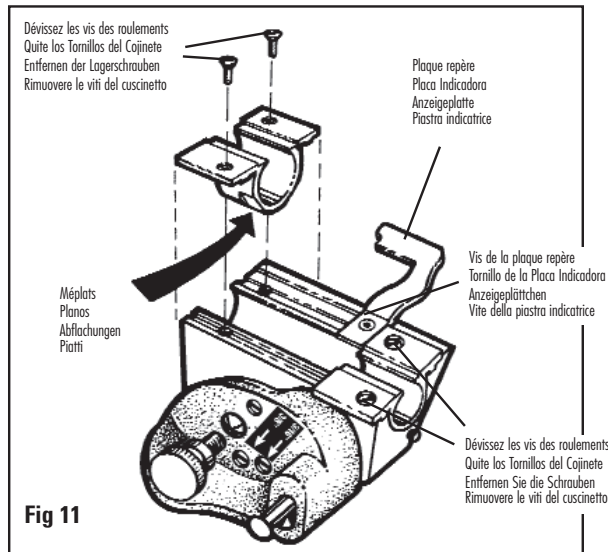

Fig 11
5. Dévissez les quatre vis de roulement et la vis de la plaque repère (Fig. 11).
1. Installez les roulements neufs. ASSUREZ-VOUS QUE LES « MÉPLATS » MÔULÉS DANS LES ROULEMENTS SONT ORIENTÉS VERS LE CENTRE DE LA TÊTE DE DÉCOUPE (Fig. 11).
5. Entfernen Sie die vier Gleitlagerschrauben und die Schraube des Anzeigepfättchens mit dem Schraubenzieher. Abb. 11
1. Setzen Sie die neuen Gleitlager ein. Stellen Sie sicher, dass die Abflachungen auf dem runden Teil des Gleitlagers in Richtung Schneidkopfmittle zeigen. Abb. 11
5. Utilice un destornillador para quitar los cuatro tornillos del cojinete y el tornillo de la placa indicadora. Fig. 11
1. Reemplace los nuevos cojinetes. ASEGÚRESE QUE LOS "PLANOS" MOLDEADOS DENTRO DE LOS COJINETES DEN FRENTE HACIA EL CENTRO DE LA CABEZA DE CORTE. Fig. 11
5. Con un cacciavite, rimuovere le quattro viti dei cuscinetti e la vite della piastra indicatrice. Fig. 11
1. Sostituire i nuovi cuscinetti. ACCERTARSI CHE I "PIATTI" INSERITI NEI CUSCINETTI SIANO RIVOLTI VERSO IL CENTRO DELLA TESTA DI TAGLIO. Fig. 11